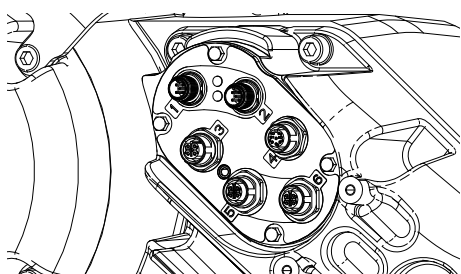

FIG. 49
- c. Lossa avlastningen (CG).
d. Dra kablarna genom avlastningen (CG) och ur drivenhetshuset.
e. Koppla bort kablarna som är anslutna till port 1-6 på sidan av drivenheten (AB), enligt FIG. 49.